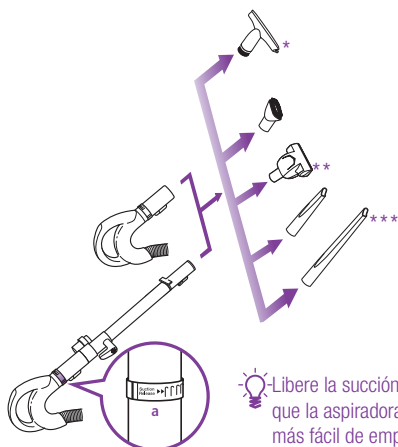

Fig. 15
- 3 **Su aspiradora tiene un poder de succión tremendo. Ajuste la intensidad de la succión con el control de liberación del mango. Abra la válvula (a) rotando el control 90° en sentido contra horario para una succión baja cuando limpie cortinas o superficies delicadas. Cierre la válvula (a) rotando el control 90° en sentido horario para una succión alta cuando use el accesorios portátiles. (Fig. 15)**